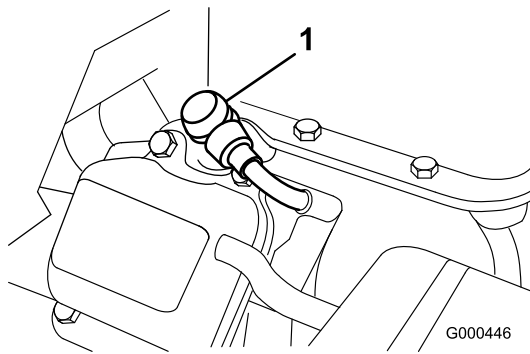

図 23
1. 点火プラグのコードをプラグから抜きとる (図 23)。